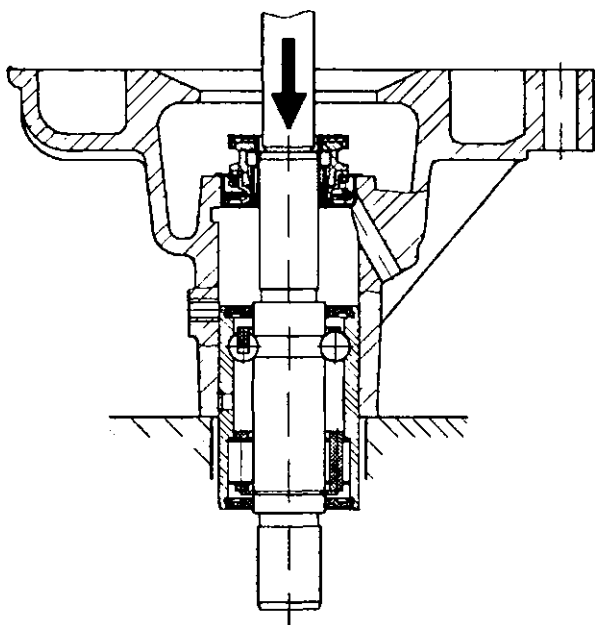

Рис. 4.52. Выпрессовка подшипника с валиком насоса системы охлаждения
- выпрессовать из корпуса подшипник (рис. 4.52).